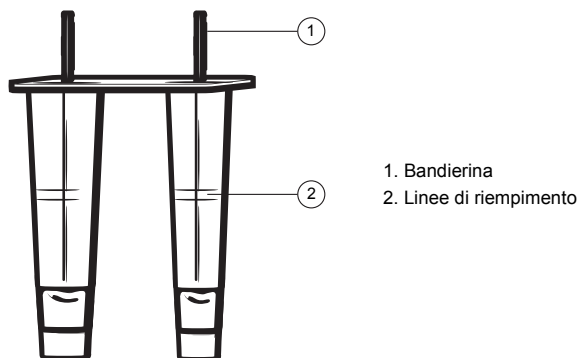

Figura 1. Riempimento della cartuccia
6. Riempire ciascun canale della cartuccia (Figura 1) con il volume di campione appropriato. Fare riferimento alla Tabella 2.